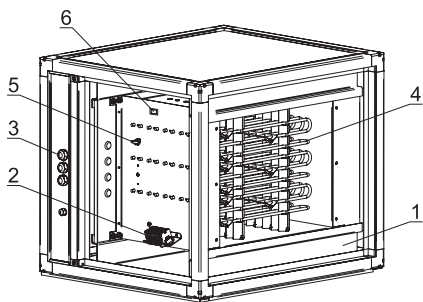

Рисунок 22
Секция воздушонагревателя (рис.22) предназначена для нагрева воздуха, подаваемого установкой в обслуживаемое помещение и представляет собой корпус, расположенный на направляющих (1), в котором находятся ТЭНы (4). Электрический воздушонагреватель имеет встроенную защиту от перегрева – два независимых биметаллических термовыключателя с самовозвратом. Один (6) с температурой срабатывания 70°C как защита против перегрева, а второй (5) с температурой срабатывания 130°C для защиты от пожара. Отсек электроподключения расположен за съёмной панелью. Подключение питания к электрокалориферу (нагревателю) осуществляется через клеммную колодку (2), установленную на нем.